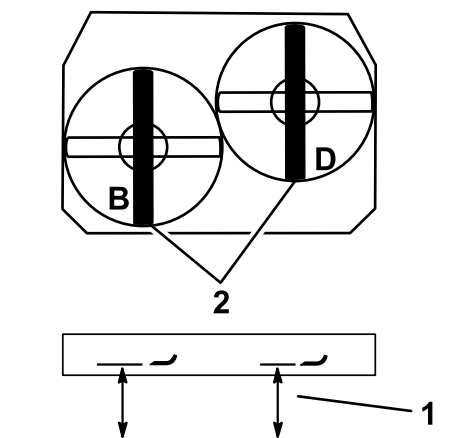

Figura 81
2. Misurate la lama sinistra al punto **B** da una superficie piana fino al tagliente della punta della lama e annotate la misura rilevata (**Figura 81**).
3. Misurate la lama destra al punto **D** da una superficie piana fino al tagliente della punta della lama e annotate la misura rilevata (**Figura 81**).
Nota: La differenza tra la misurazione eseguita al punto **B** non deve superare la misurazione al punto **D** di oltre 3 mm (**Figura 81**). In caso contrario eseguite la seguente operazione.